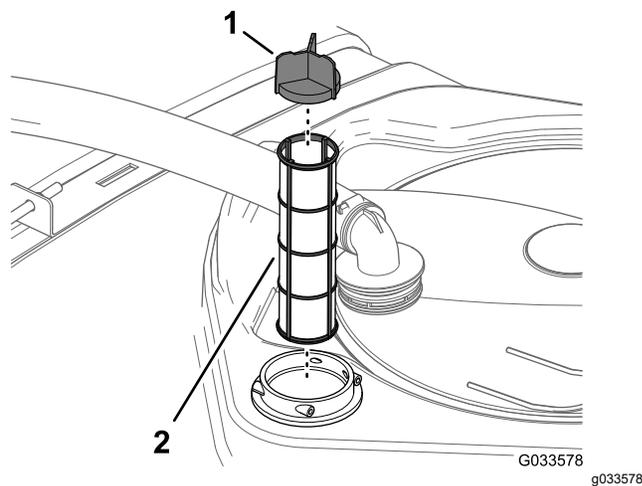

図 30
4. フィルタハウジングタンク内部からストレーナを取り出す **図 30**。